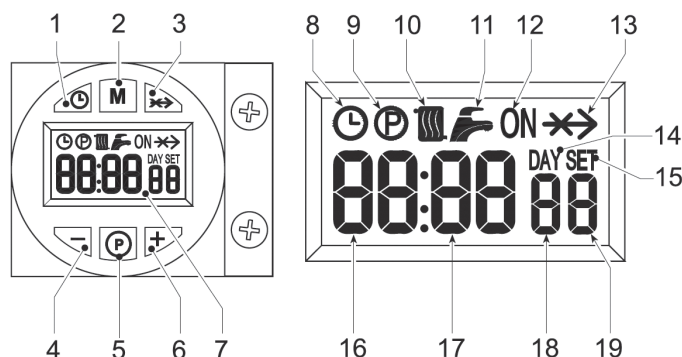

Fig.1 - Panou de comanda
Cererea de aprindere (generata la inchiderea contactului intre bornele T1 - T2 (vezi schema electrica), in conditii de setare initiala) este indicata la activarea simbolului radiatorului (part. 10 - fig. 1).
1. In primul rand apasati butonul de setare zi/ora (part. 1 - fig. 1).
2. Pictogramele CEAS si ZI clipesc pe afisaj (part. 7 - fig. 1): setati ziua curenta a saptamanii cu ajutorul tastelor + si - (part. 4 si 6 - fig. 1) luand in considerare faptul ca 1 = luni si 7 = duminica. Confirmati ziua prin apasarea butonului de setare zi/ora (part. 1 - fig. 1).
3. Pe afisaj (part. 7 - fig. 1), cele doua cifre care formeaza ORA CURENTA si pictograma CEAS lumineaza intermitent: selectati ora exacta cu ajutorul tastelor + si - (part. 4 si 6 - fig. 1), de la 00 la 23. Confirmati ora prin apasarea butonului de setare zi/ora (part. 1 - fig. 1).
4. Pe afisaj (part. 7 - fig. 1) cele doua cifre care formeaza MINUTELE CURENTE si pictograma CEAS lumineaza intermitent: selectati minutele exacte cu ajutorul tastelor + si - (part. 4 si 6 - fig. 1), de la 00 la 59. Confirmati minutele prin apasarea butonului de setare zi / ora (part. 1 - fig. 1). Functionare Incalzire Automata, Activare Mod Manual, Dezactivare Mod Manual.
Apasand butonul de selectare a modului de functionare (part. 2 - fig. 1) este posibila setarea:
1. In modul de functionare automata, pe afisaj (part. 7 - fig. 1), apare pictograma CEAS. Cererea de activare si dezactivare a arzatorului depinde de programul impus. In zona de afisare a orei la care s-a produs cererea, afisajul (part. 7 - fig. 1) indica, de asemenea, pictograma ON (Activare).
2. In modul de functionare manuala, pe afisaj (part. 7 - fig. 1) apare numai pictograma ON (Activare). Arzatorul se afla in continuu in modul cerere.
3. In modul de functionare manuala dezactivat, pe afisaj (part. 7 - fig. 1), nu mai apar pictogramele ON si CEAS. Arzatorul este inchis.
Programul saptamanal este pre-selectat cu 3 zone orare pentru modul ON (Activat) si 3 zone orare pentru modul OFF (Dezactivat): egale pentru fiecare zi din saptamana. In zona orara de cerere, pe ecran (part. 7 - fig. 1) apare pictograma ON (Activare).
1. In primul rand apasati butonul Programare "P" (part. 5 - fig. 1);
2. Selectati ziua de programare cu ajutorul tastelor + si - (part. 4 si 6 - fig. 1):
3. Apasati butonul Programare 'P' (part.5 - fig. 1):
4.1 Utilizati tastele + si - (part. 4 si 6 - fig. 1) pentru a modifica inceputul primei zone orare din modul ON (Activare); exemplu 06:00
Apasati butonul Programare 'P' (part. 5 - fig. 1).
5.1 Utilizati tastele + si - (part. 4 si 6 - fig. 1) pentru a modifica inceputul primei zone orare din modul OFF (Dezactivare); exemplu 09:00
Apasati butonul Programare 'P' (part.5 - fig. 1)
6.1 Utilizati tastele + si - (part. 4 si 6 - fig. 1) pentru a modifica inceputul celei de-a doua zone orare din modul ON (Activare); exemplu 12:30
Apasati butonul programare 'P' (part. 5 - fig. 1)
7.1 Utilizati tastele + si - (part. 4 si 6 - fig. 1) pentru a modifica inceputul celei de-a doua zone orare din modul OFF (Dezactivare); exemplu 14:00
8.1 Utilizati tastele + si - (part. 4 si 6 - fig. 1) pentru a modifica inceputul celei de-a treia zone orare din modul ON (Activare); exemplu 16:00
9.1 Utilizati tastele + si - (part. 4 si 6 - fig. 1) pentru a modifica inceputul celei de-a treia zone orare din modul OFF (Dezactivare); exemplu 23:30